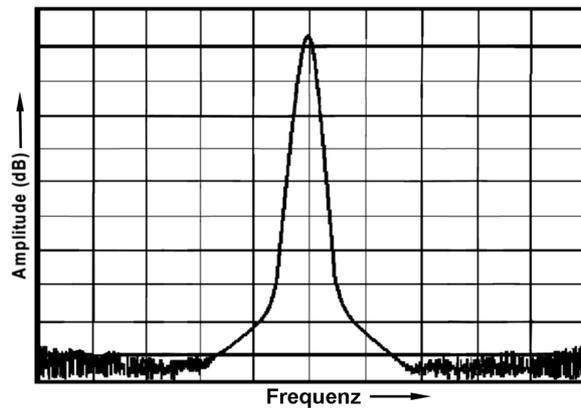
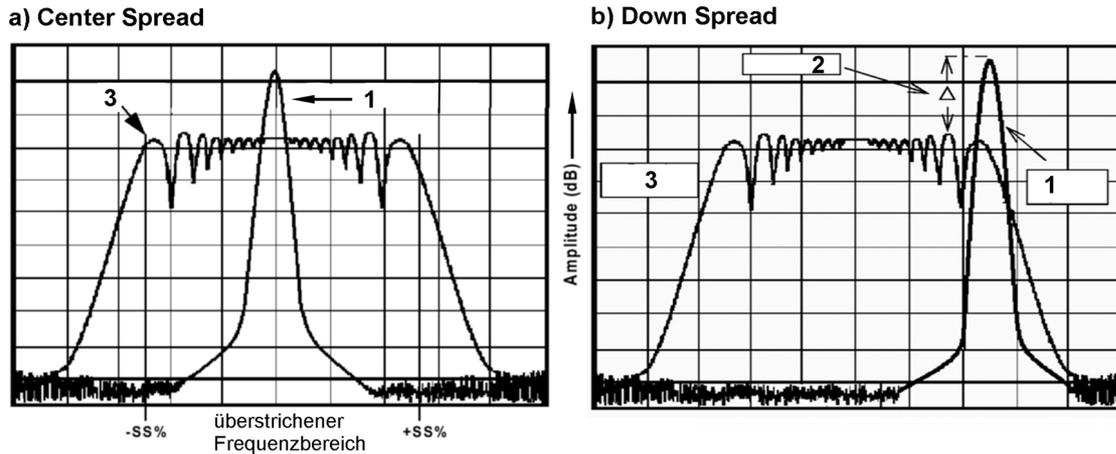
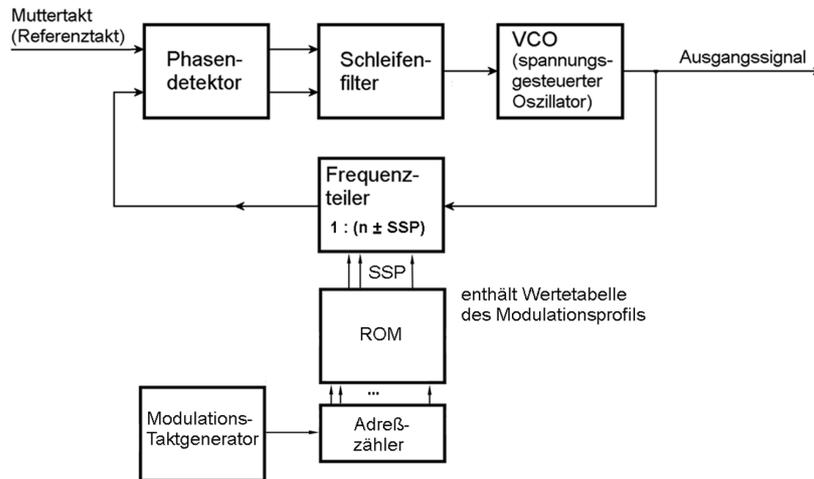

Abbildung 5.17 Störabstrahlung (1): Meßbeispiel bei fester Taktfrequenz (nach: Cypress).
Abbildung 5.18 Störabstrahlung (2) Meßbeispiele mit Spread Spectrum Clocking (nach: Cypress)
Abbildung 5.19 Taktgenerator für Spread Spectrum Clocking
Die Prüfbehörden prüfen nun ausgerechnet auf solche Spitzenwerte, nicht aber auf Durchschnitts- bzw. Mittelwerte. Die Hersteller sind deshalb darauf verfallen, das Störspektrum gleichsam breitzutreten - die Kurve wird breiter, aber dafür flacher (Abbildung 5.18). Die technische Lösung dafür: die Taktfrequenz wird in gewissem Maße zyklisch verändert (Abbildung 5.19).
1. Ein derart getakteter Apparat strahlt nicht weniger ab als bei Betrieb mit festem Takt. Nur wandern die Spitzen durch den Frequenzbereich - die Spitze gemäß Abbildung 5.17 ist bei jedem einzelnen Frequenzwert innerhalb des Bereichs kurze Zeit zu sehen. Das amtliche Meßgerät mißt aber viel langsamer (um es einfach auszudrücken), als sich die Frequenz ändert. Deshalb bildet es Mittelwerte; auf seinem Bildschirm erscheinen die abgeflachten, breiten Kurven gemäß Abbildung 5.18 - und jeder PC-Fabrikant hofft, daß sie unterhalb der zulässigen Grenzwerte liegen